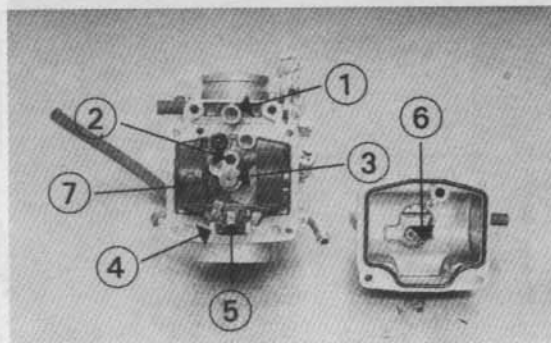

Bild 55
- Leerlaufdüse, Hauptdüse, Mischrohr und Gemisch-Einstellschraube ausdrehen. Schwimmerachse mit Zängchen seitlich herausziehen. Schwimmer samt Ventilkegel entnehmen. Darunter sitzt der mit Kreuzschlitzschraube gehaltene Ventilsitz samt Siebfilter zum Ausdrehen (Bild 55).